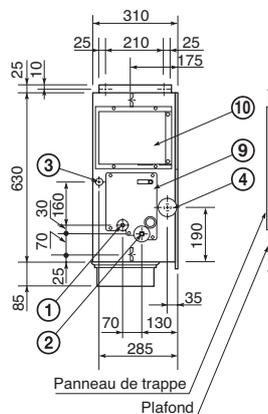

Fig. 3-57
- La figure 3-57 et le tableau 3-4 fournissent des informations détaillées relatives aux dimensions de l'unité intérieure.